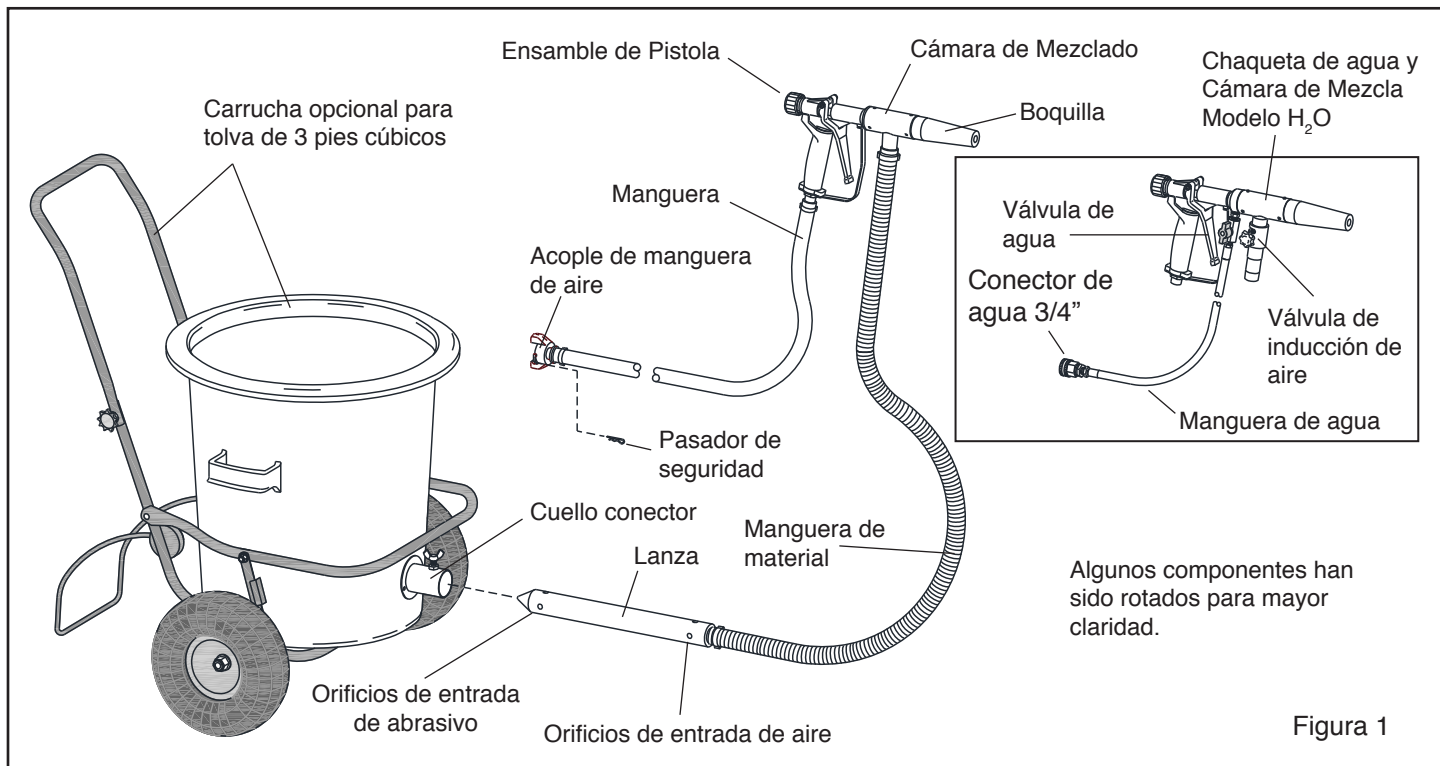

Figura 1
1.5.1.1 Los componentes de las Pistolas Potentes de Succión se muestran en la Figura 1. El ensamblaje de la pistola se muestra en la Figura 2 y las piezas adicionales para el Modelo H2O para chorreado húmedo se muestran en la Figura 3.